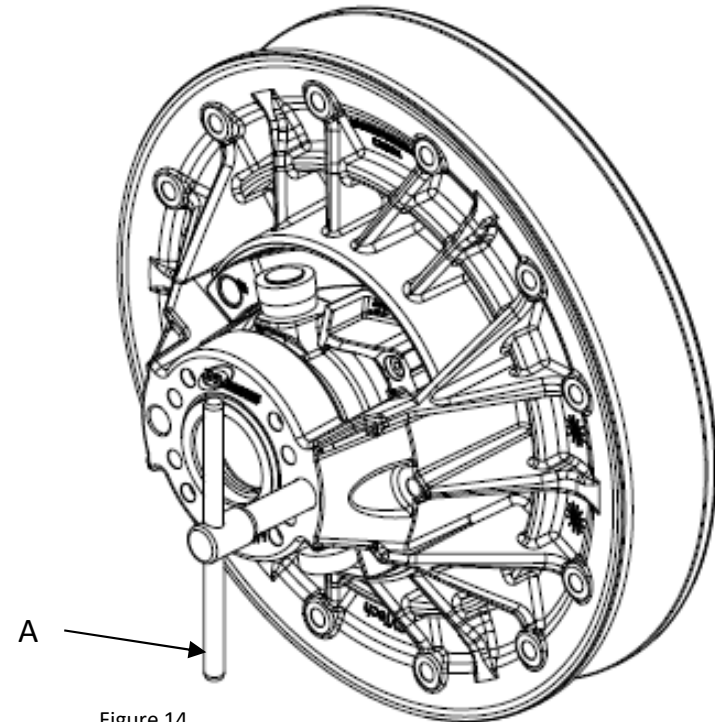

Figure 14
- Si la courroie est installée, vissez l'écarteur de flasque "A" dans les trous filetés, comme illustré à la figure 14, pour retirer la courroie.